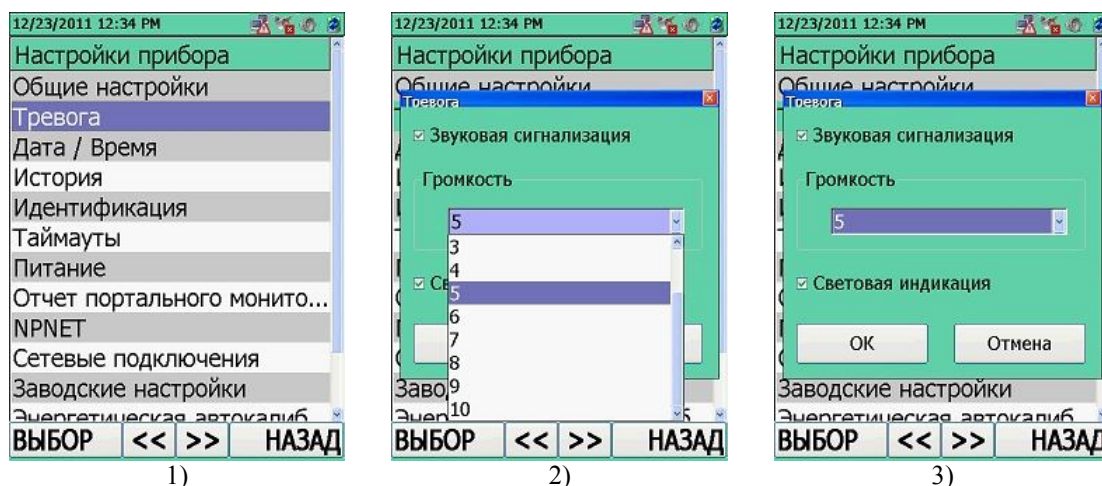

Рисунок 11.28
Для входа в настройки сигнализации "Тревога" необходимо в окне режим настройки параметров прибора "Настройки прибора" переместить выделенный маркер на соответствующую строку, рисунок 11.28 (1). Перемещение маркера осуществляется при помощи кнопок джойстика ВВЕРХ/ВНИЗ. Подтвердить переход в опцию "Тревога" необходимо нажатием центральной кнопки джойстика ВВОД  или кнопки ВЫБОР .
■ **"Звуковая сигнализация"** – включение/выключение звукового сигнализатора, рисунок 11.28 (2). При выключении звуковой сигнализации в области отображения информационных значков появится статус-картинка: . При включении звуковой сигнализации статус-картинка изменит вид: .
■ **"Громкость"** – выбор из списка уровня громкости звукового сигнализатора в диапазоне от 0 до 10 с дискретностью 1 (опция активна только при включенном звуковом сигнализаторе), рисунок 11.28 (2);
■ **"Световая индикация"** – включение/выключение светодиода "ALARM" при превышении установленных пороговых уровней МЭД/ЭД, рисунок 11.28 (3).